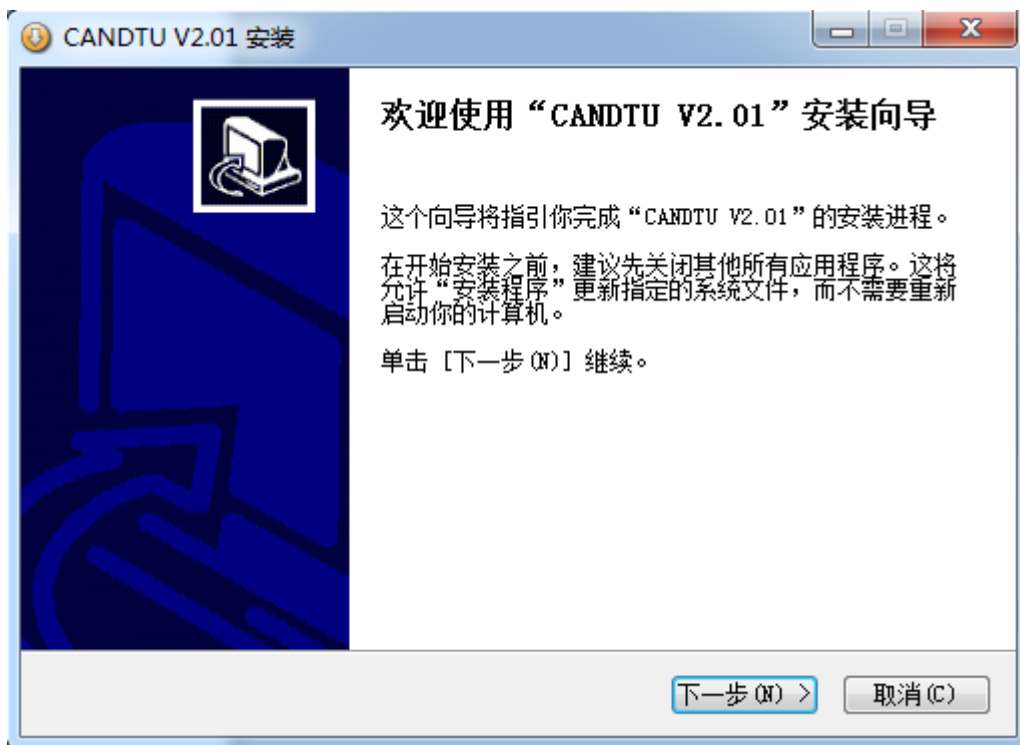

图 4.1 安装向导
1) 双击软件的安装包进行软件安装，弹出如图 4.1 对话框。